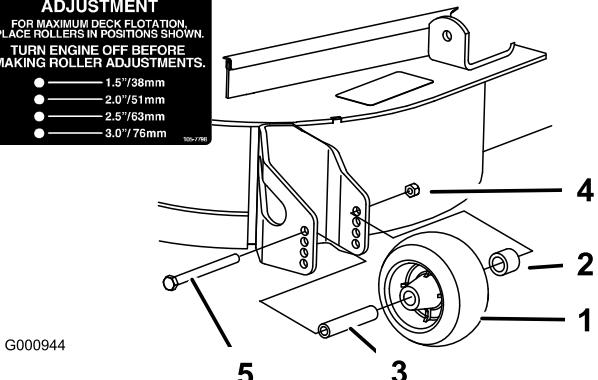

Figura 13
1. Despues de ajustar la altura de corte, ajuste los rodillos retirando la tuerca con arandela prensada, el casquillo, el espaciador y el perno (Figura 13).
3. Instale la tuerca con arandela prensada, el casquillo, el espaciador y el perno. Apriete a 54-61 N·m (Figura 13).